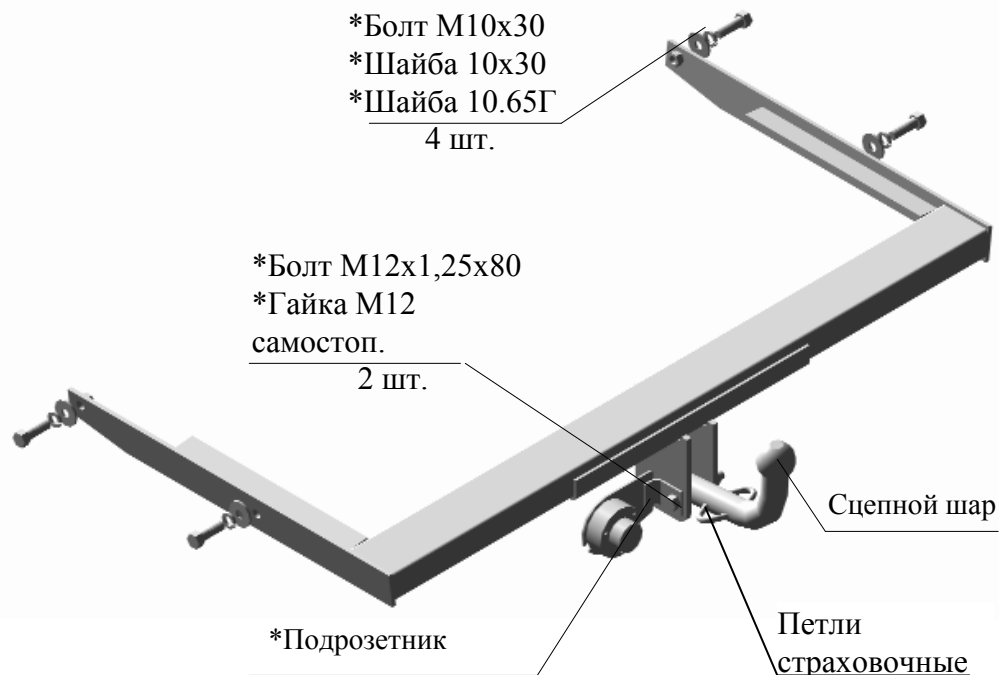

Рис.1 Тягово-сцепное устройство ТСУ Форд Фокус 2 Седан
2.1 ТСУ 6012 в сборе (рис.1)	1 шт.
2.2 Пакет с комплектующими (см. рис.1)	1 шт.